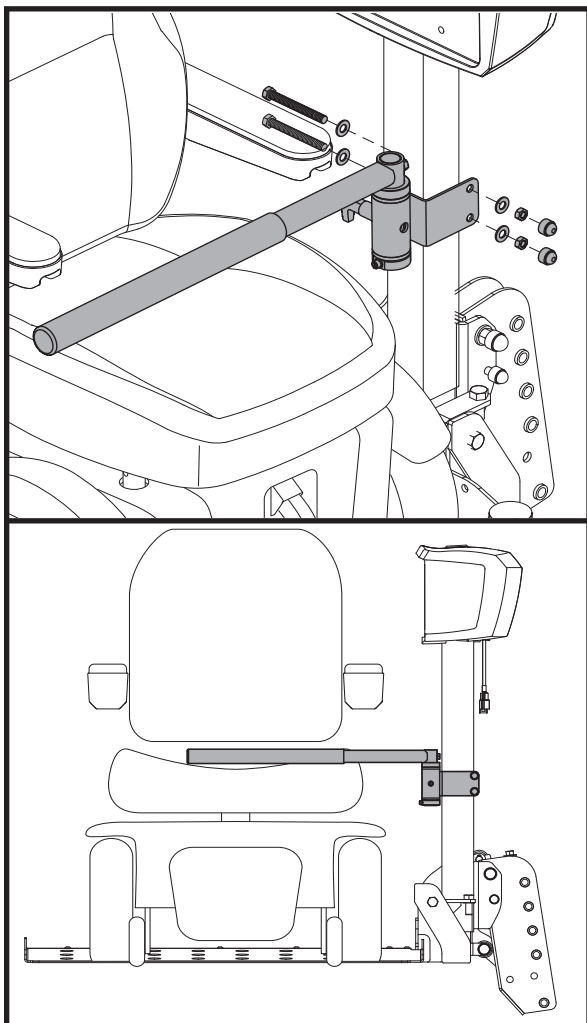

Figura 5. Instalación de la barra de fijación
3. Coloque la barra de fijación junto al cojín del asiento. Una vez colocada, sujétela al mástil con las tuercas y tornillos suministrados. **Ver figura 5.**